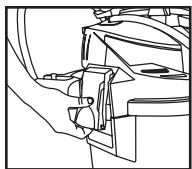

FIGURE 6
8. Remplacez le couvercle du réservoir. Levez les loquets et placez-les dans les rainures sur le couvercle comme indiqué à la **FIGURE 6**. Appuyez sur le bas des loquets pour les verrouiller en place.